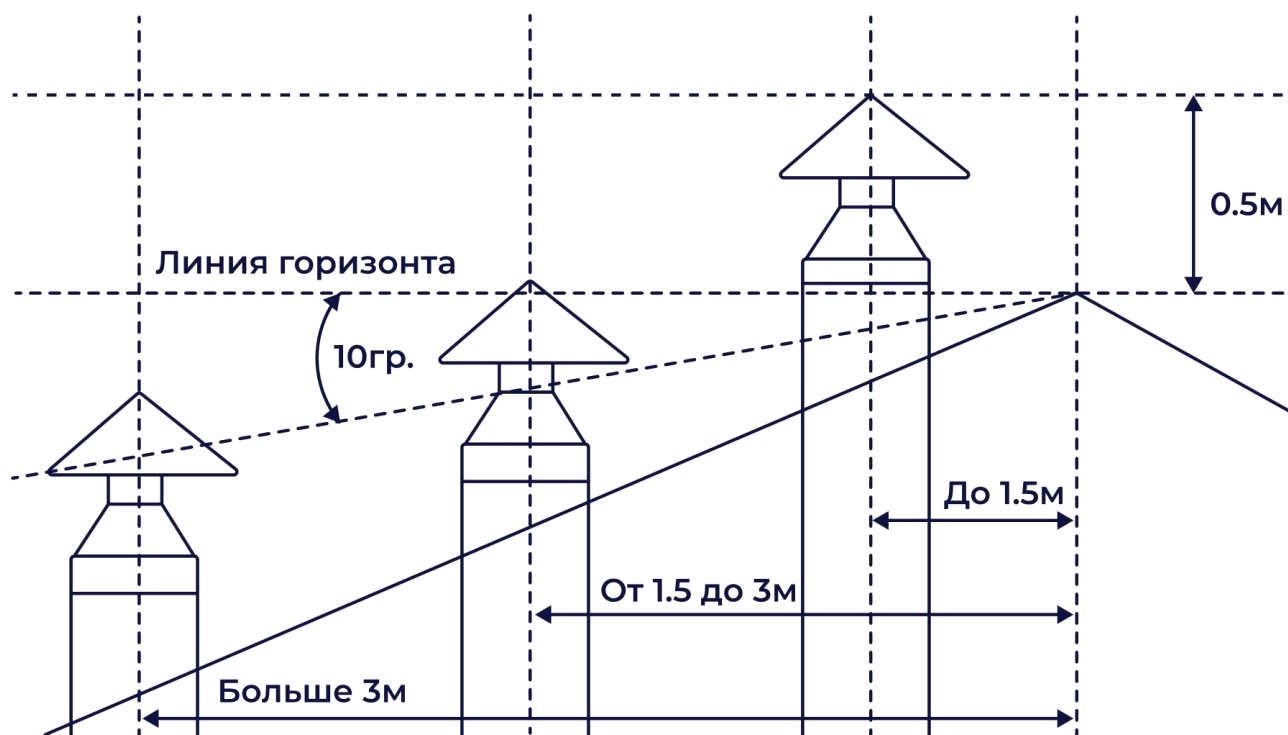

Рисунок 4 — Схема размещения дымоходов
3.2.3.4 Высоту дымохода можно рассчитать, используя рисунок 4.